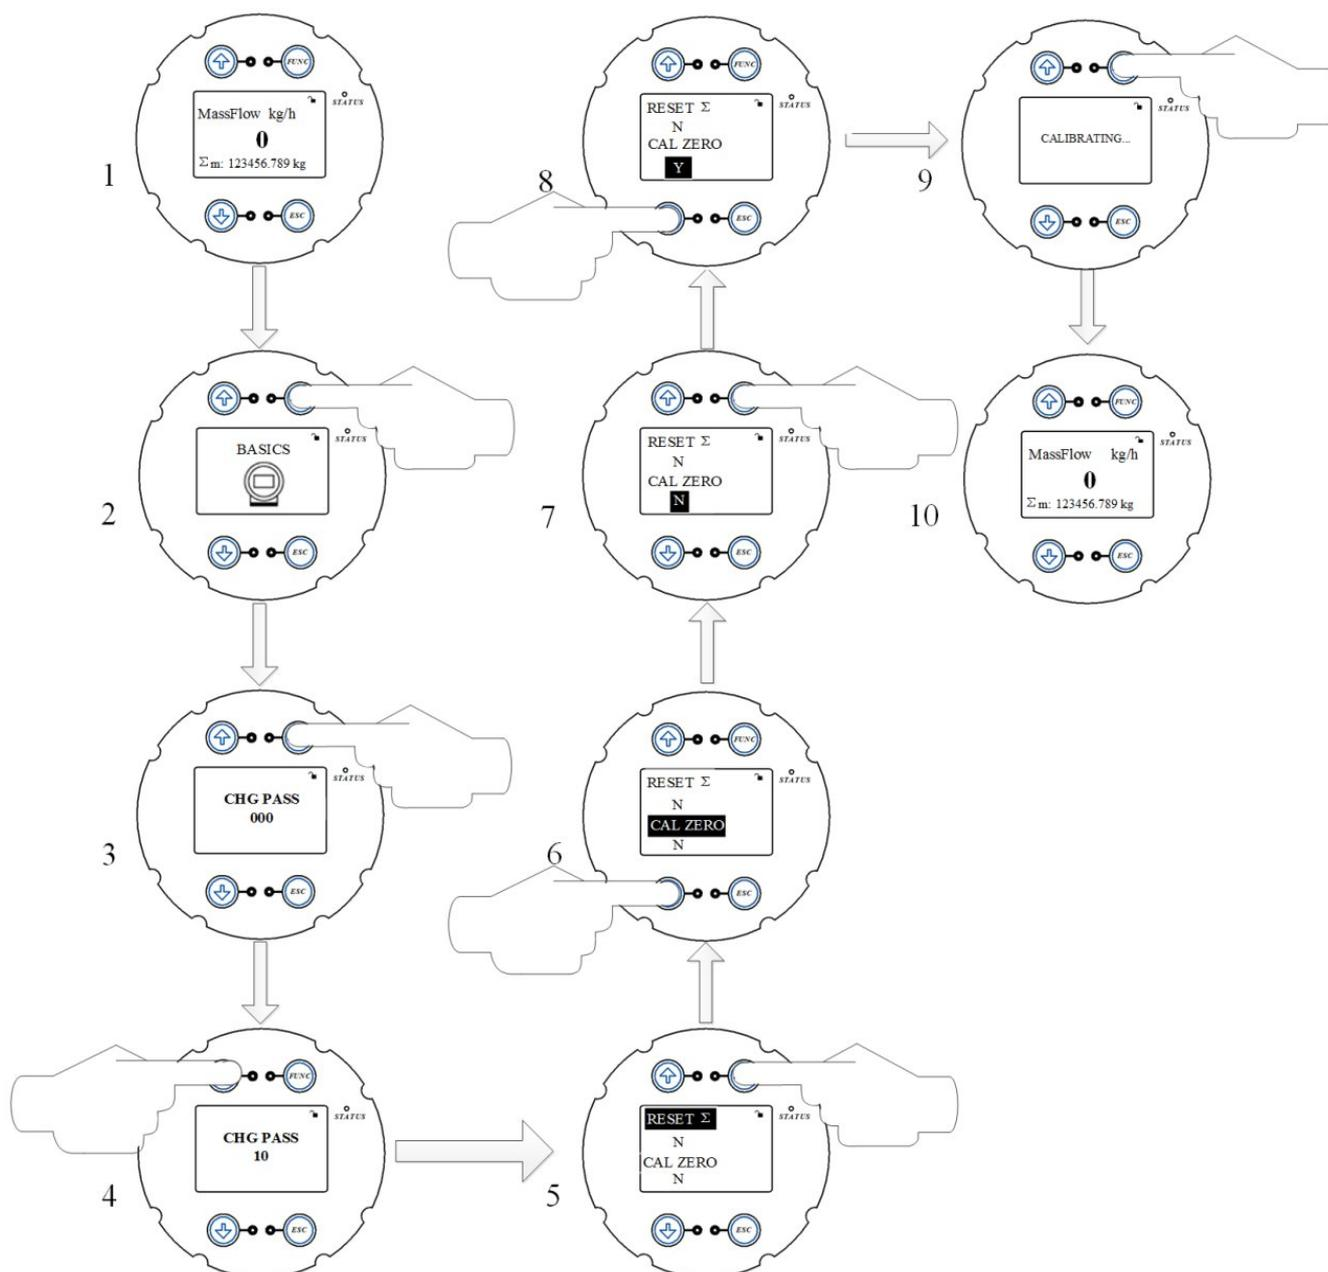

Рисунок 12 - Калибровка нуля с помощью пользовательского интерфейса
- Запустите процедуру калибровки нуля, используя пользовательский интерфейс преобразователя (рисунок 12).